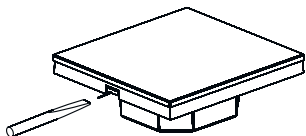

Рис.2. Снятие лицевой панели.
- 3.5. Отсоедините лицевую панель от корпуса, аккуратно поддев её плоской отверткой (Рис.2).